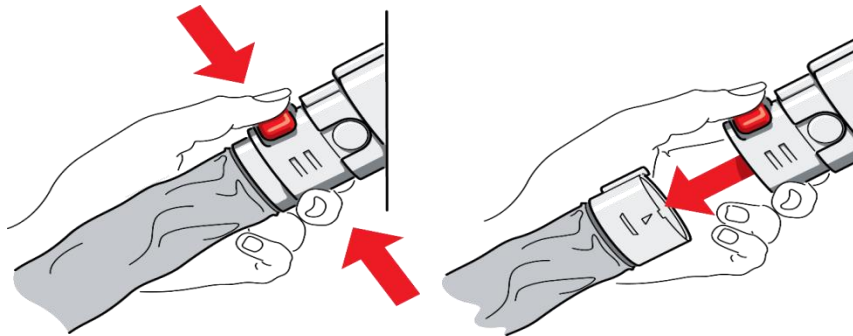

Abb. 14: CPR-Notfall - Entleeren der Matratze
- Drücken Sie die **CPR-Taste**, um den Konnektor zu teilen (Abb. 14). Die Matratze entleert sich.